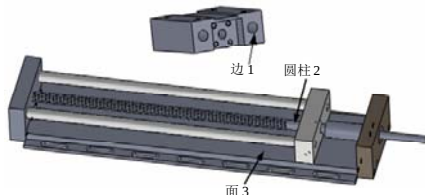

图 10-86 插入承重台后的图形
❶ 插入承重台。执行[插入]||[零部件]||[现有零件/装配体]菜单命令,插入承重台。具体步骤可以参考上面的介绍,将承重台插入到图中合适的位置,结果如图 10-86 所示。
②添加配合关系。执行[插入]|[配合]菜单命令，或者单击[装配体]控制面板中的[配合]按钮，将图 10-86 中的边 1 和圆柱 2 设置为[同轴心]配合关系；将承重台的底面和面 3 设置为[重合]配合关系。